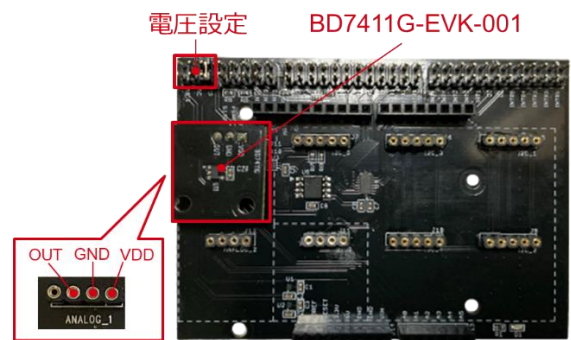

Figure 2. Arduino 用シールド基板の接続と電圧設定
2. Arduino 用シールド基板の I2C エリアに BD7411G-EVK-001 を接続 (Figure 2)
3. Arduino 用シールド基板の電圧を 5.0V に設定 (Figure 2)